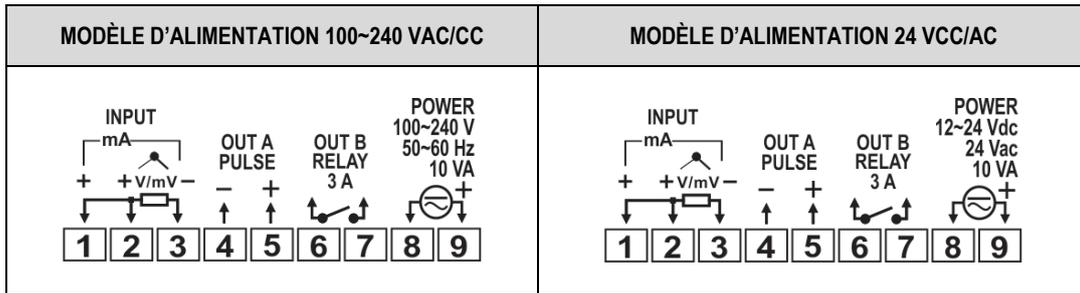

Figure 11 –Étiquettes de raccordement électrique
- **50 mV, 5 V et 10 V** : La Figure 11 indique comment réaliser le raccordement pour 0-50 mV, 5 V et 10 V.